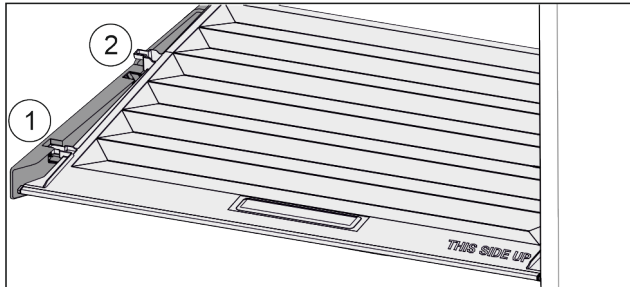

Fig. 115
- ▶ Издърпайте напред Fig. 115 (1) капака до отвора в задържащите части.
- ▶ Повдигнете го отзад отдолу и отстранете Fig. 115 (2) нагоре.